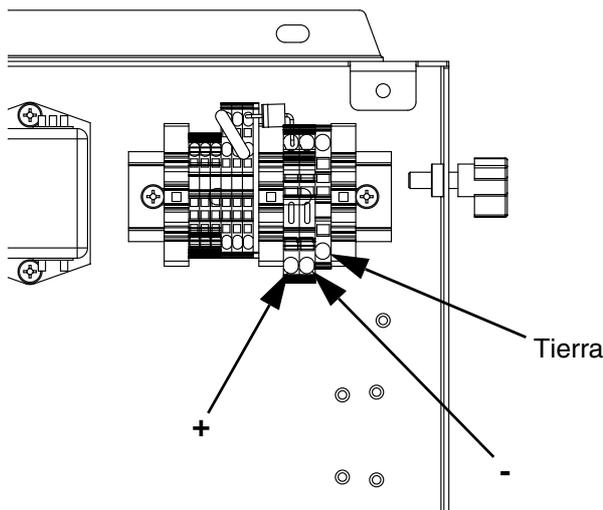

FIG. 10: Cableado de 24 VCC
- Para el cableado de 24 VCC consulte la FIG. 10.